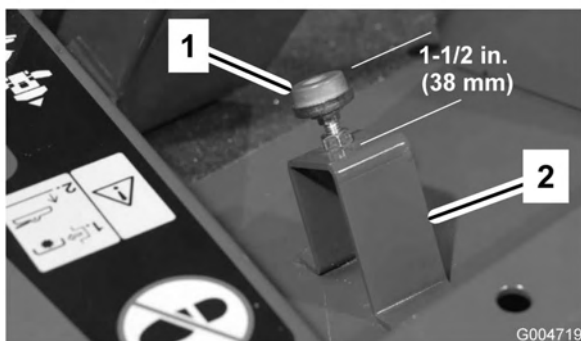

Figura 67
2. Verifique el ajuste del tope del pedal de tracción. La distancia desde la parte superior del soporte hasta la parte superior del tope debe ser de 38 mm (Figura 67). Afloje las tuercas y ajuste según sea necesario.